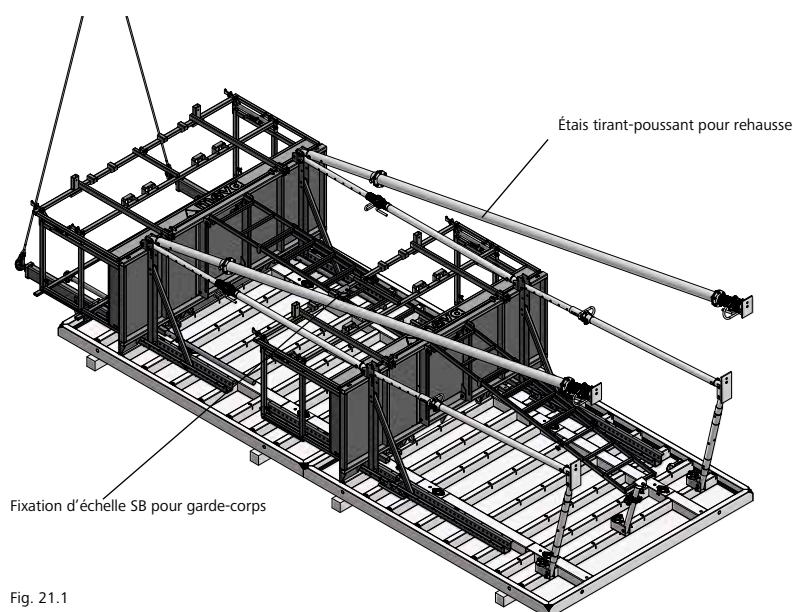

Fig. 21.1
2. Si la banche supérieure est équipée d'une trappe, fixer l'échelle télescopique sur le garde-corps arrière de la passerelle MIS inférieure en goupillant l'axe de la fixation d'échelle SB (Fig. 21.1).